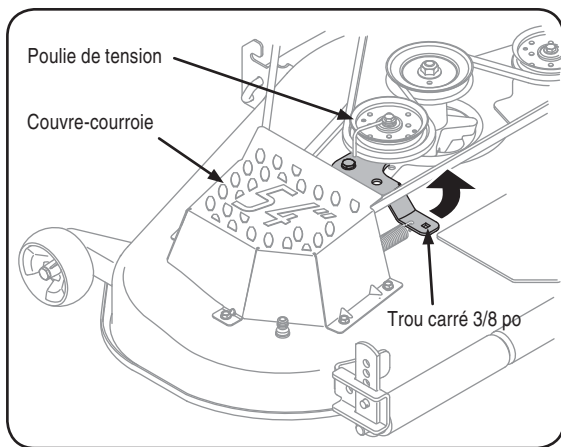

Figure 6-9
- Pour faciliter le démontage de la courroie plus tard, desserez le boulon qui retient la poulie de tension pivotante sur son support, mais ne le retirez pas. Voir la Figure 6-9.
- Insérez une clé à cliquet de 3/8 po (pour desserrer) dans le trou carré qui se trouve sur le support de la poulie de tension, sur la gauche du plateau de coupe. Voir la Figure 6-9.